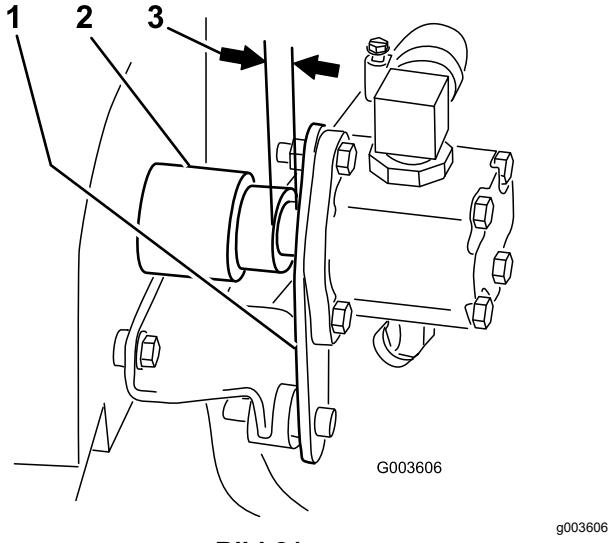

Bild 21
**Hinweis:** Stellen Sie sicher, dass ein Abstand zwischen der Pumpenplatte und der Nabe besteht. Wenn kein Abstand besteht, ist die Nabe nicht richtig installiert und muss richtig eingesetzt werden (Bild 21).